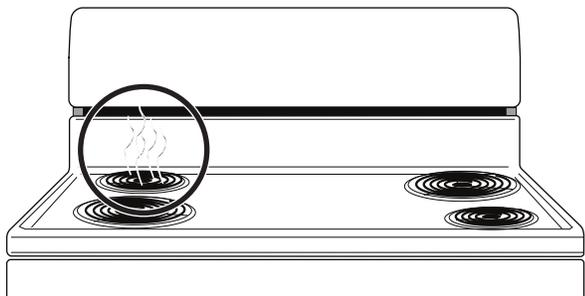
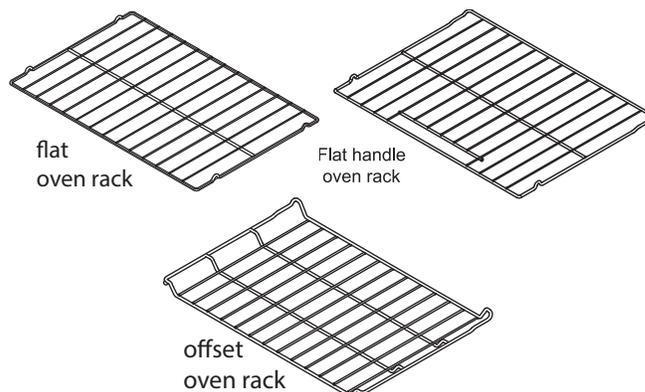

Figura 1: Respiradero del horno
Figura 2: Tipos de parrillas del horno
El tamaño y tipo de utensilios que use influirán en el ajuste de calor necesario para obtener los mejores resultados de la cocción. Asegúrese de seguir las recomendaciones sobre los utensilios correctos a utilizar como se muestra en Figura 1 y Figura 2.
Verifique qué tan plano es el fondo del utensilio girando una regla sobre este (vea la Figura 1). Los utensilios deben tener fondos planos que hagan buen contacto con la superficie completa del elemento calefactor (vea la Figura 2).
- Para obtener los mejores resultados cuando hornee tortas con dos parrillas, coloque las parrillas en las posiciones 3 y 6. (Figura 2)